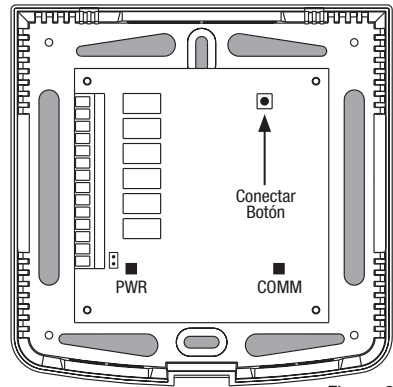

Figura 2
3. En el módulo de control energizado, presione y mantenga presionado el botón **CONNECT** durante 3 segundos (consulte la Figura 2).